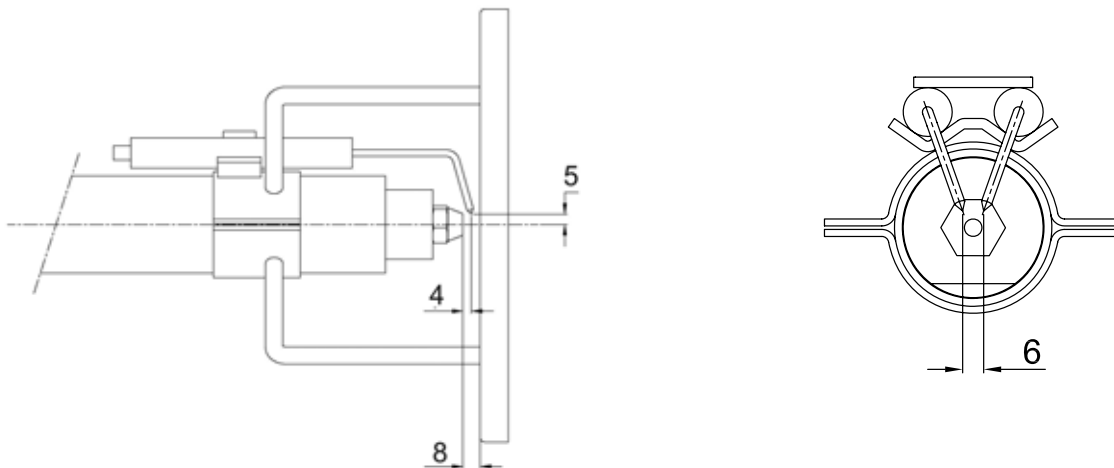

Рис. 22
- Разобрать, проверить и почистить головку сгорания (см. Рис. 10), при повторном монтаже тщательно соблюсти все размеры, указанные (см. Рис. 22).
- Проверить запальные электроды и соответствующие керамические изоляторы, почистить, при необходимости подрегулировать или же заменить их Рис. 22;
В целях обеспечения хорошего процесса горения, необходимо, чтобы были выдержаны размеры, указанные в Рис. 22. Перед тем, как вновь устанавливать головку сгорания на место, необходимо убедиться в том, что стопорный винт группы электродов хорошо затянут.